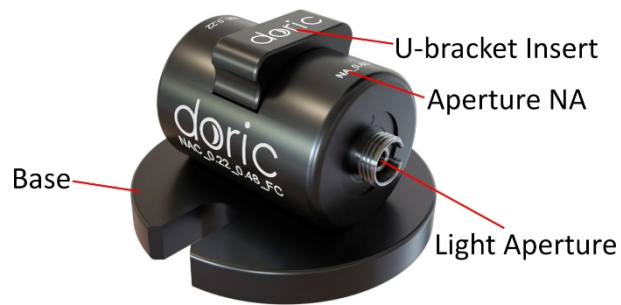

Figure 1.2 : Convertisseur d'ouverture numérique
- Les **ouvertures de lumière** (Fig. 1.2) sont utilisées pour accepter la lumière d'une fibre et injecter de la lumière dans une autre fibre. Chaque ouverture est marquée pour indiquer l'**ON** du câble à fibre optique qui doit y être connecté.